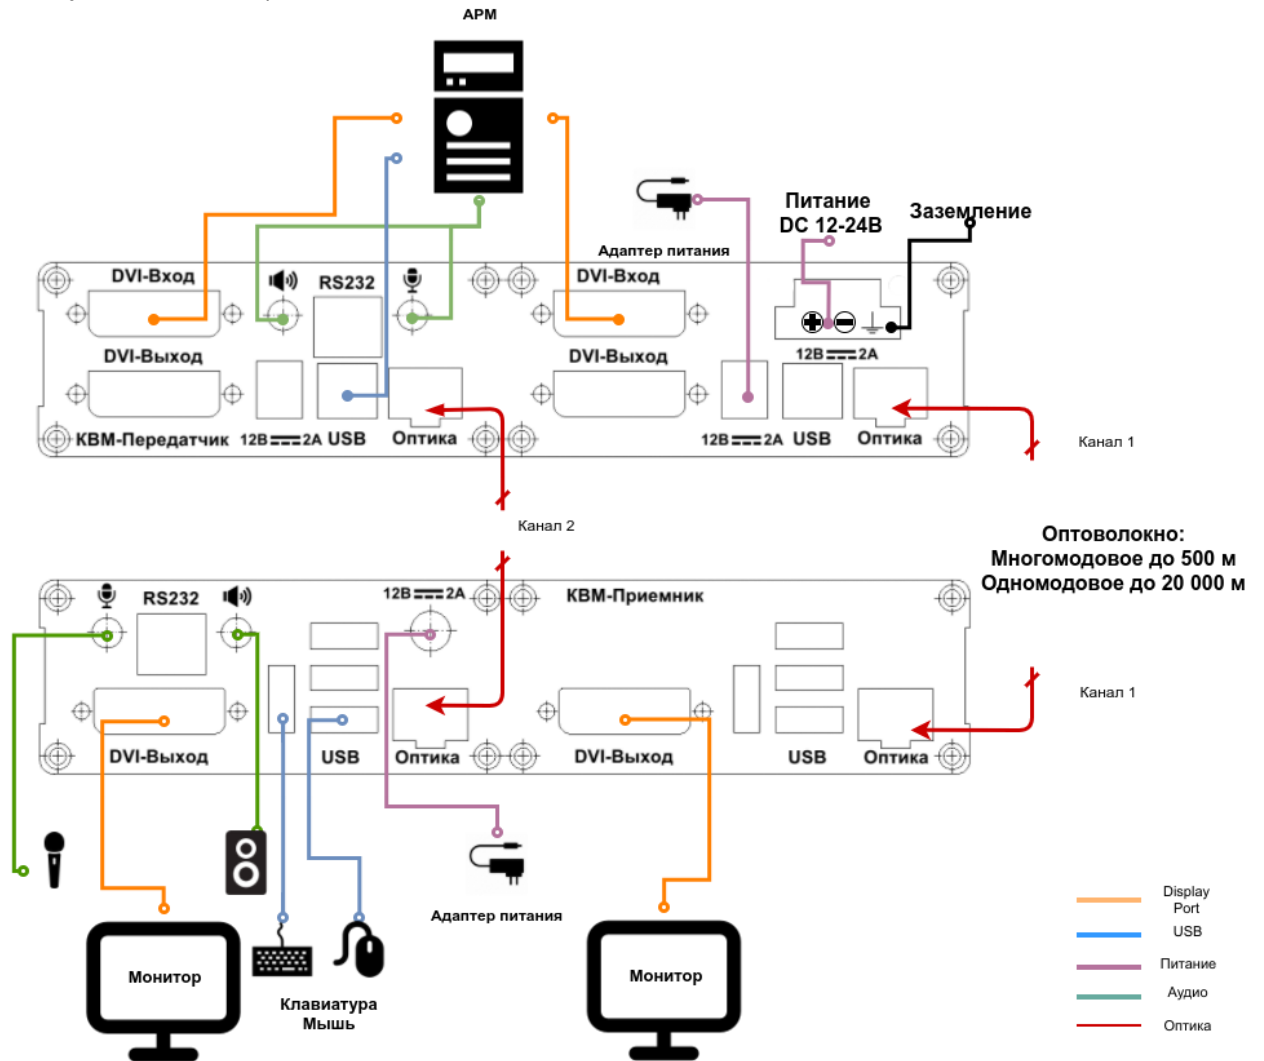

Рис. 3. Схема подключения кабелей
2. Подключите необходимые кабели (USB, Audio, RS232, Video) к портам приемника и передатчика согласно «Схеме подключения» (рис.3).
Подключите все кабели от компьютера и монитора к Изделию, как это показано на следующей схеме (рис.3). Соедините приемник и передатчик.